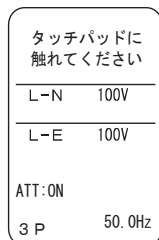

図 8-9
(2) タッチパッドに触れてくださいの指示が表示された場合は、指示に従って、結果が表示されるまでタッチパッドに触れてください（図8-9、8-10）。表示されない場合は触れる必要はありません。